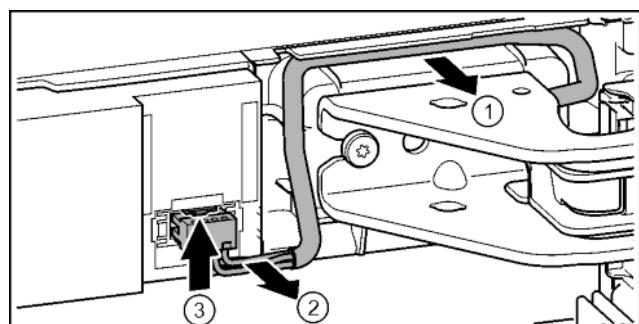

Fig. 17
- Осторожно освободить кабель над опорным кронштейном из направляющей. Fig. 17 (1)
- Аккуратно вытянуть жилы кабеля из канала. Fig. 17 (2)
- Прижать соединительную накладку вверх и осторожно вынуть штекер. Fig. 17 (3)